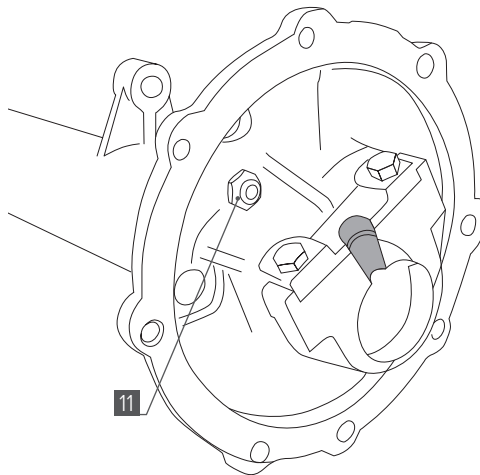

Рис. 4
колесного редуктора. Рис. 4
7. Установите фитинг вращающийся [1] в бортовой вал. Рис. 4.